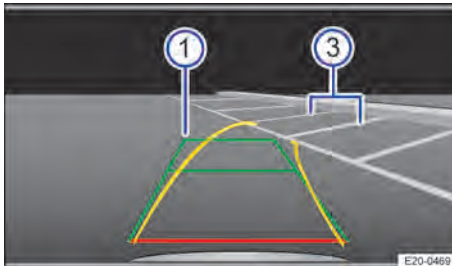

Abb. 129 Bildschirmanzeige im Infotainment-System: Ausgewählte Parklücke ansteuern.
4. So einlenken, dass die gelben Linien in die Parklücke führen. Die grünen und gelben Linien müssen mit den seitlichen Begrenzungen → Abb. 129 ③ übereinstimmen.